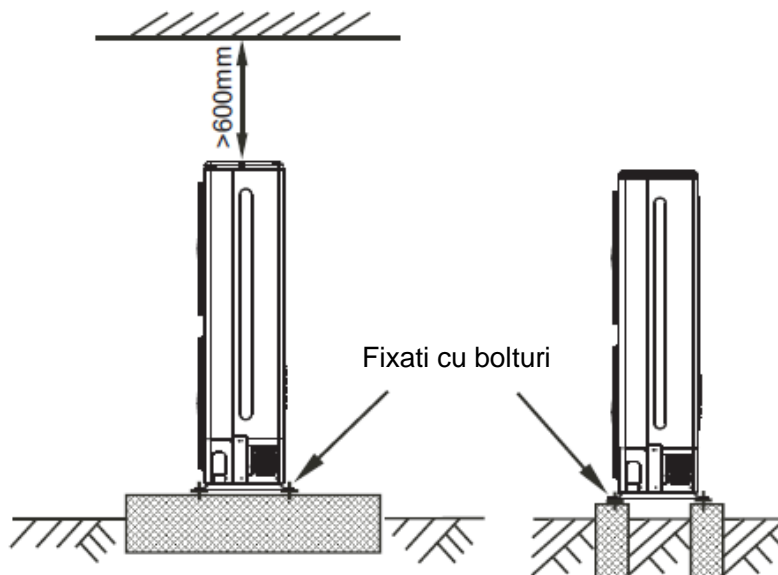

Fig.6-8
- 3) Asigurați o fundație din beton conformă cu specificațiile unităților de exterior (vezi Fig.6-8)
- 4) Strângeți ferm picioarele acestei unități cu bolturi pentru a împiedica prăbușirea acesteia în caz de cutremur sau de vânt puternic. Consultați Fig.6-8